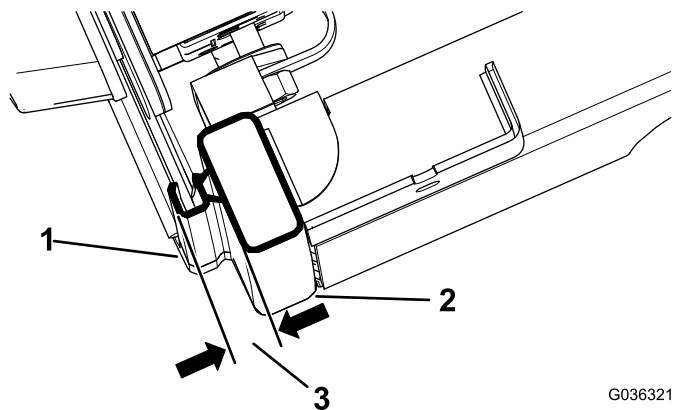

Figura 11
3. Chiudete completamente lo sportello e misurate l'altezza della guarnizione a bolla fino alla superficie di tenuta della guida della cabina e assicuratevi che la misura sia compresa tra 1,9 e 2,2 cm, come illustrato nella Figura 11.
4. Serrate il controdado una volta che il perno di bloccaggio raggiunge 1,9–2,2 cm, come illustrato nella Figura 11.